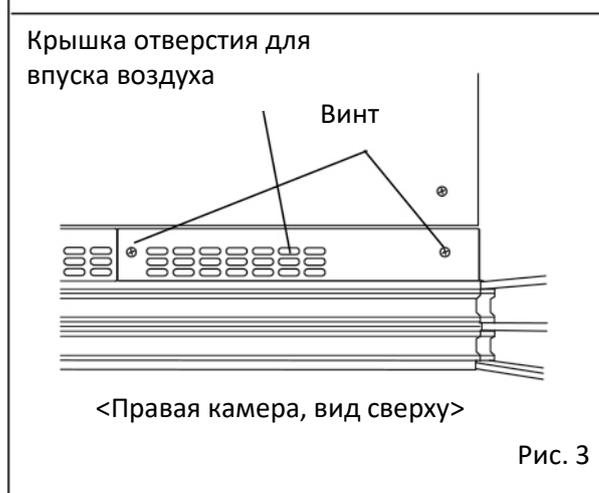

Рис. 3
5. Открутите два винта на крышке отверстия для впуска воздуха (с правой стороны) спереди снизу, и затем снимите крышку отверстия для впуска воздуха (Рис. 3).